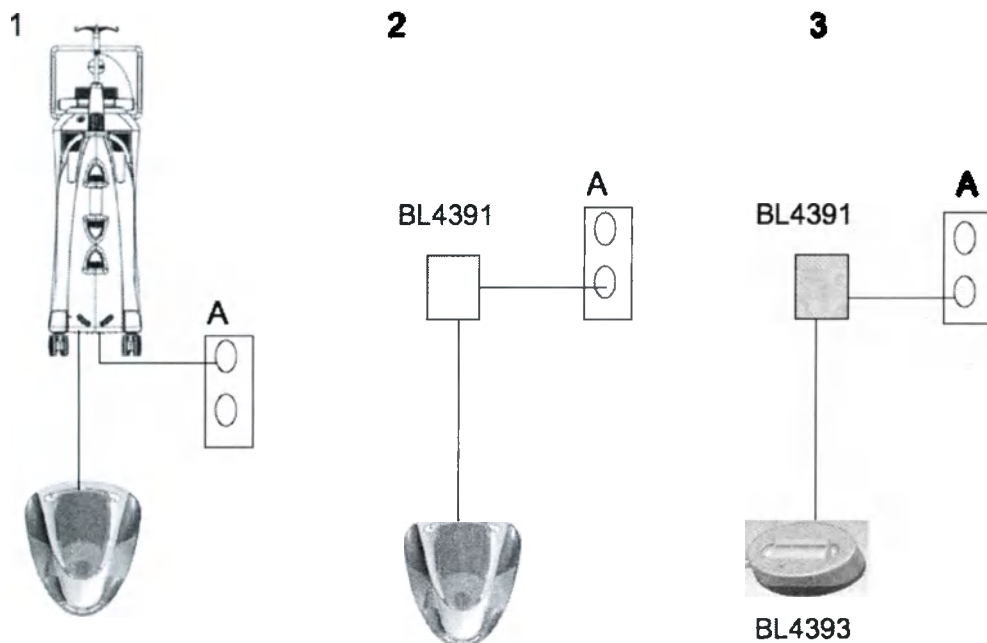

рис. 1.37. Варианты подзарядки аккумулятора педального управления.
- Аккумулятор заряжается при условии подключения кабеля питания системы к электросети, присоединения ножной педали основного устройства (интегрированной) к системе и включения главного выключателя питания. Этот способ зарядки применим как при включенном, так и при выключенном графическом интерфейсе пользователя. См. вариант 1 на рис. 1.37.
- Ножную педаль основного устройства (интегрированную) можно напрямую присоединить к сетевому зарядному устройству. Подсоедините кабель сетевого зарядного устройства в разъем ножной педали основного устройства (интегрированной), расположенный в задней части пульта и предназначенный для резервного кабеля. См. вариант 2 на рис. 1.37.
- Располагая дополнительным аккумулятором и устройством для подзарядки аккумулятора, можно подсоединить кабель сетевого зарядного устройства к устройству для подзарядки. Зеленый индикатор указывает на включение устройства для подзарядки, второй индикатор светится желтым во время подзарядки и зеленым после завершения подзарядки аккумулятора. По окончании подзарядки аккумулятор можно извлечь из устройства для подзарядки и установить вместо используемого аккумулятора в ножная педаль основного устройства (интегрированная). См. вариант 3 на рис. 1.37.